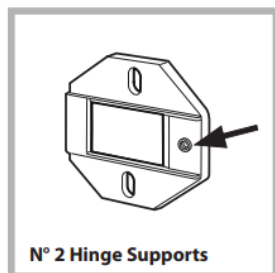

Fig. 1
- Прикрепите опоры петель к передней панели прибора, расположив отверстие, отмеченное стрелкой на рис. 1, так, чтобы оно находилось с внутренней стороны передней панели. Установите прокладку (рис. 4/B) между поверхностями с помощью винтов типа **C**.